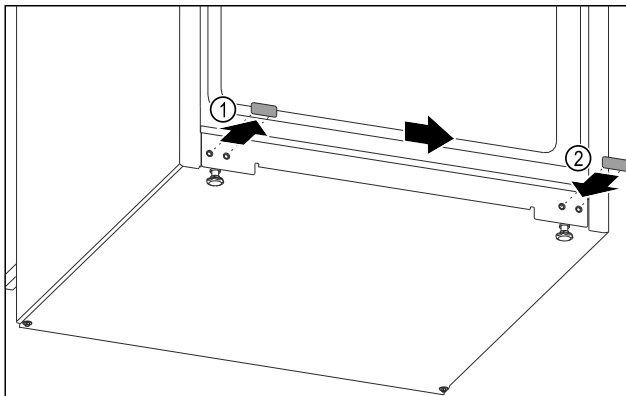

Fig. 12
- ▶ Vedä peitetulpat irti. Fig. 12 (1)
- ▶ Aseta peitetulpat vastapäiselle puolelle. Fig. 12 (2)